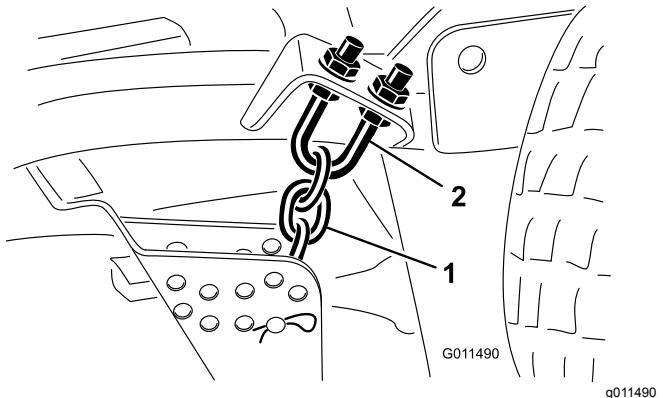

Figura 106
1. Allentate i controdadi sulla parte superiore o inferiore del bullone a U della catena dell'altezza di taglio (Figura 106).